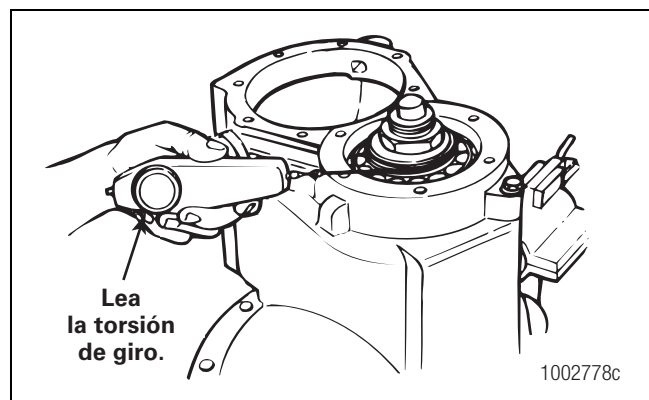

Figura 5.17
3. Jale de la balanza y del cordón en dirección horizontal, mirando la lectura en la balanza de resorte. Figura 5.17.